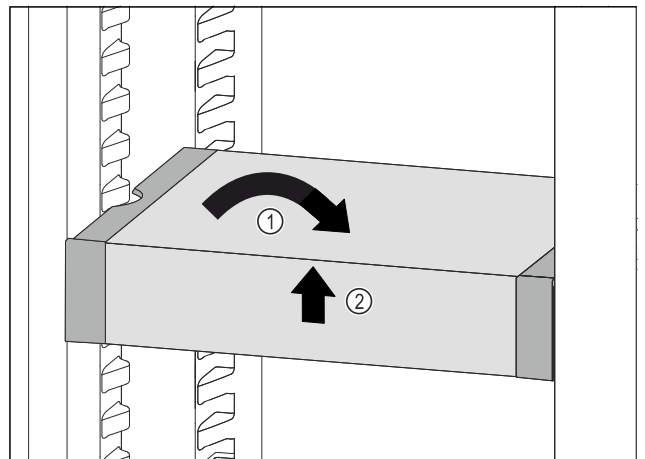

Fig. 95
- ▶ VarioSafe gerade stellen. Fig. 95 (1)
- ▶ VarioSafe vorne anheben. Fig. 95 (2)